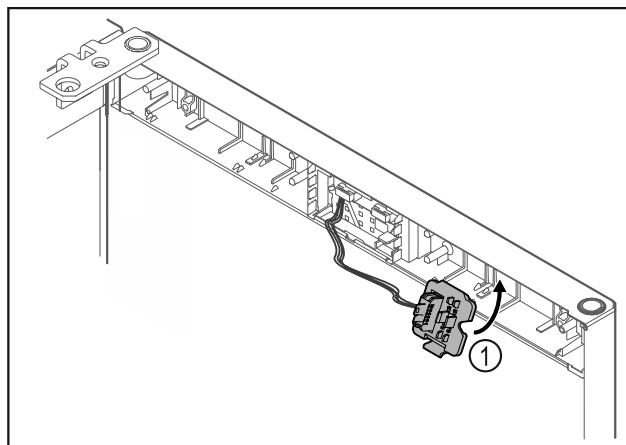

Fig. 17
- Klik stikholderen Fig. 17 (1) i på den modsatte side.